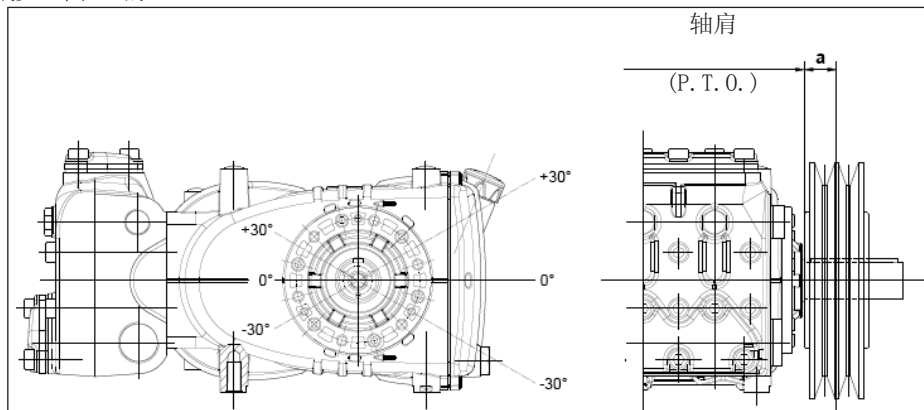

图 10
泵轴上的径向载荷不能超过3000 N（布局定义所必须的数值）。只有该载荷作用在距离轴肩（P. T. O.）的一段最大长度 $a=30$ mm时，传动才被视为适当，见图10。
- b) 使用高效能皮带 - 例如XPB而不是SPB - 同样的功率传递, 使用的皮带数量会相对少, 继而相对轴肩 (P. T. O.) 的距离也会减少。图 10 的“a”